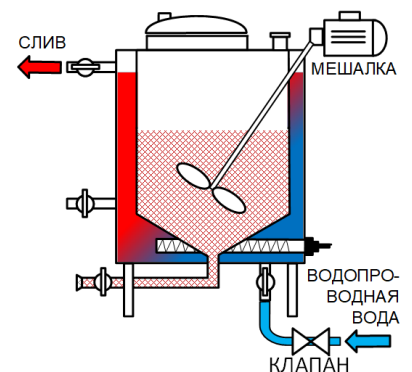

Рис. 4. Схема включения ЭМ клапана к ПВК.
2. Работа с ПВК и управление охлаждением затора, подачей холодной воды в рубашку ПВК рис. 4.